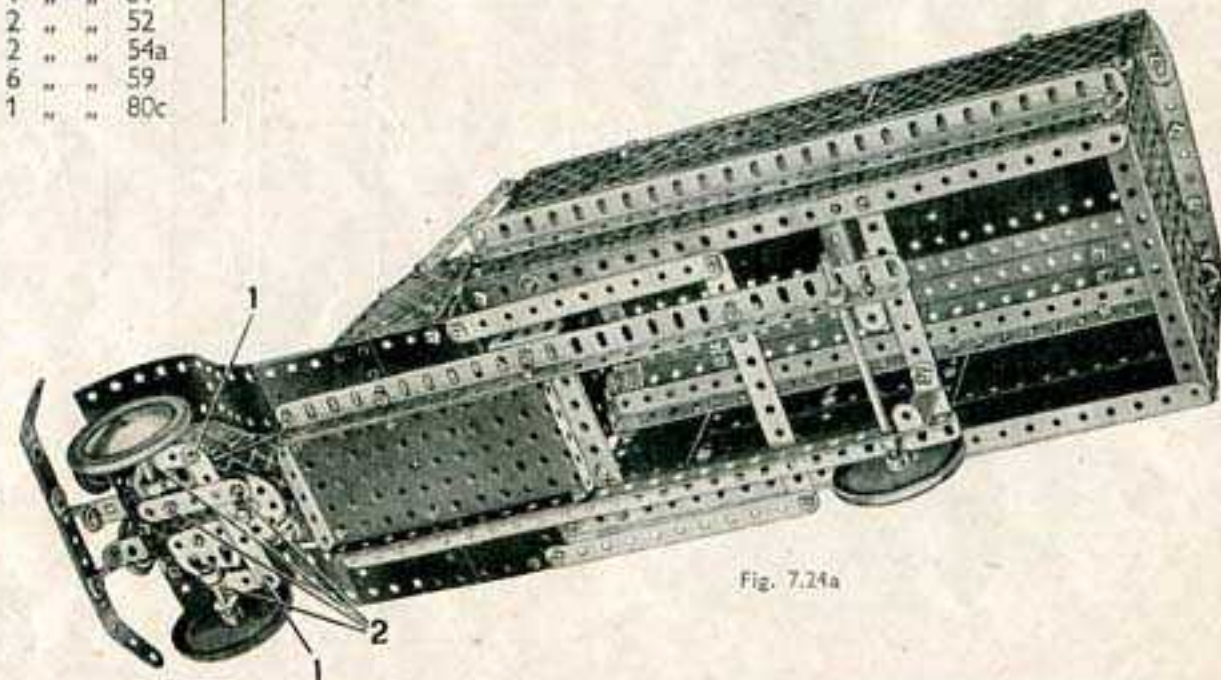

Fig. 7.24a
La Fig. 7.24a représente le mécanisme de direction. Le Boulon supérieur de 9 mm. formant le pivot du volant porte une Bande de 38 mm., un Support Double et une seconde Bande de 38 mm. placée perpendiculairement. Toutes ces pièces sont bloquées sur le boulon par un écrou, et le boulon est passé à travers une Embase Triangulée Plate, puis muni de contre-écrous. Le Boulon inférieur de 9 mm. porte une Bande de 38 mm. et un Support Double. Une Bande de 9 cm. est fixée par des boulons à contre-écrous (1) aux Bandes de 38 mm.